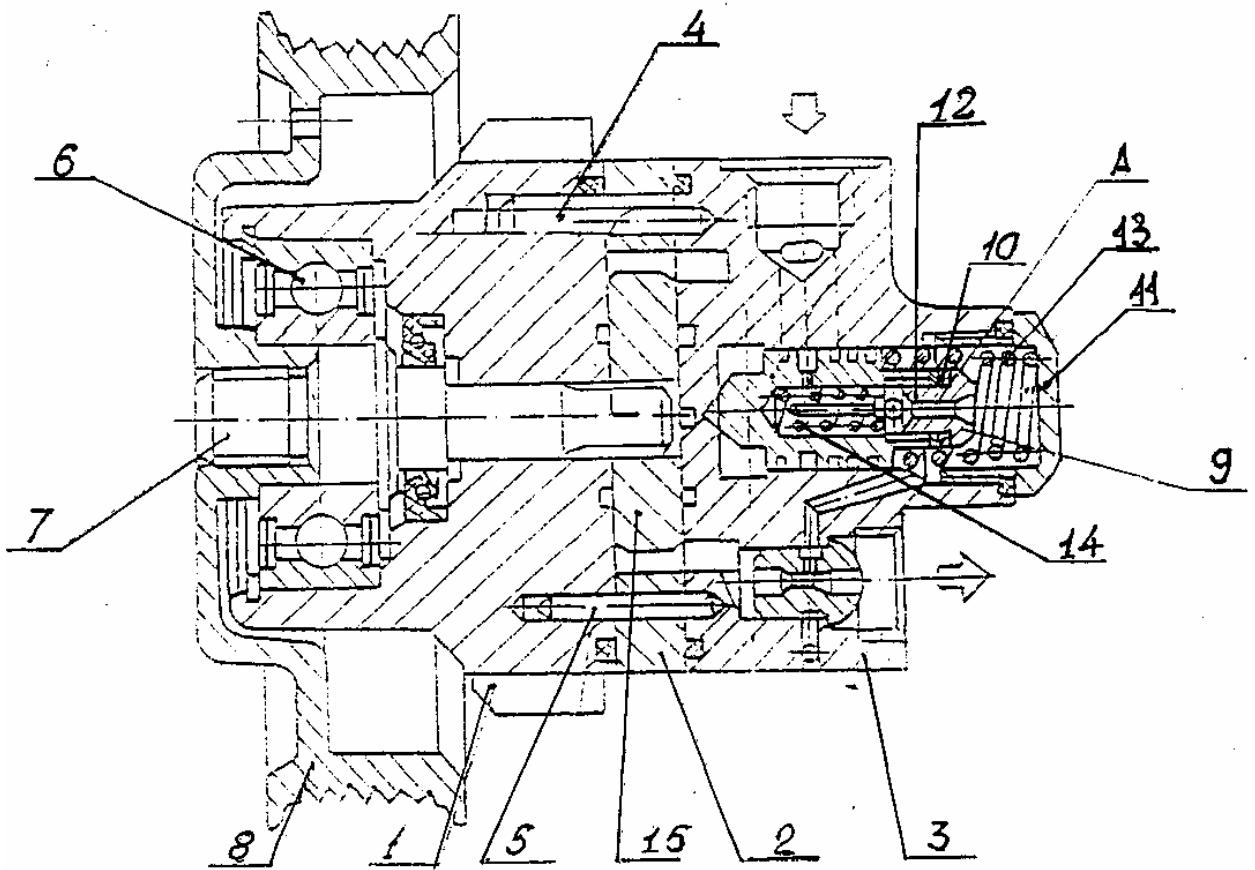

Рис. 4. Насос усилителя рулевого управления ШНКФ 453471.100
3.1. Насос не развивает необходимого давления или производительности из-за: -ослабления натяжения приводного ремня; -замасливание приводного ремня; -загрязнения расходного или предохранительного клапана.	Подтянуть приводной ремень до нормы. УстраниТЬ причину замасливания, заменить приводной ремень. Промыть перепускной клапан 9 (рис. 4). Для чего: отвернуть пробку-заглушку 11 (рис. 4), расположенную над выходным отверстием насоса, вынуть пружину 13 перепускного клапана и перепускной клапан, а пробку-заглушку установить на место, что предотвратит вытекание масла. Промыть золотник и предохранительный клапан, который установлен в золотнике. Сборку произвести в обратном порядке. После сборки долить масло в бачок, завести двигатель на непродолжительное время, заглушить и дать время отстояться маслу в бачке до полного исчезновения пены и воздушных пузырьков.